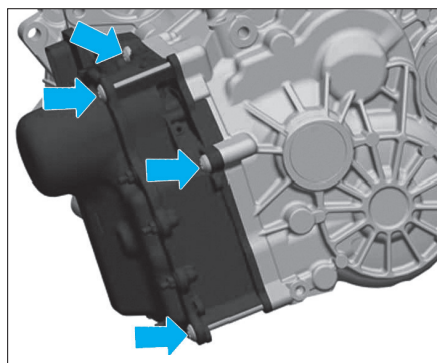

Fig. 13
- Desserrer puis déposer les vis en diagonale (4 longues et 3 courtes) (Fig.13).